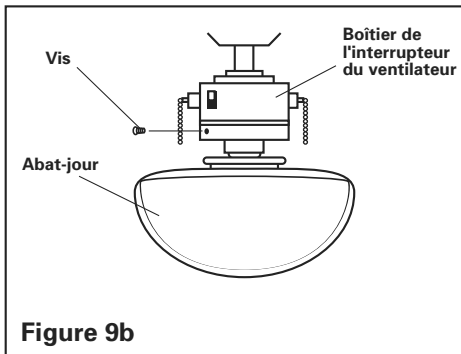

Figure 9b
**Pour les modèles à abat-jour unique comme présenté sur la figure 9b.**